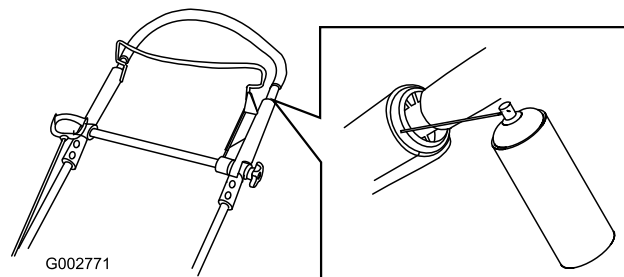

Figura 30
1. Spruzzate il prodotto sull'estremità esterna di plastica della parte interna della stegola (Figura 30).